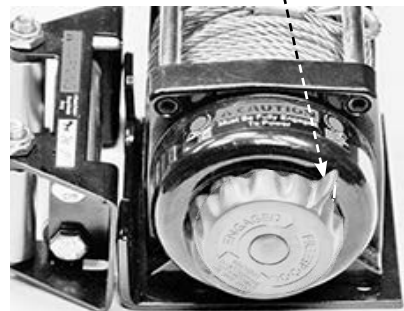

Figure 10
Tournez le bouton d'embrayage sur la position « Libre » de débrayage selon la présentation de la figure 10. Tirez plusieurs pieds de câble hors du tambour. Remettez le bouton d'embrayage sur la position
Tournez le bouton d'embrayage sur la position « Libre » de débrayage selon la présentation de la figure 10. Si le câble est en charge, le bouton d'embrayage peut être difficile à tirer. NE FORCEZ PAS SUR LE BOUTON D'EMBRAYAGE. Libérez la tension sur l'embrayage en faisant avancer et reculer le câble.
Libérez l'embrayage, tirez sur le câble et fixez-le sur un ancrage ou sur une charge. Vérifiez que cinq (5) tours de câble au minimum sont enroulés autour du tambour. Embrayez à nouveau le tambour en positionnant le bouton d'embrayage sur « Engagé » (embrayé). Reportez-vous à la figure 10.